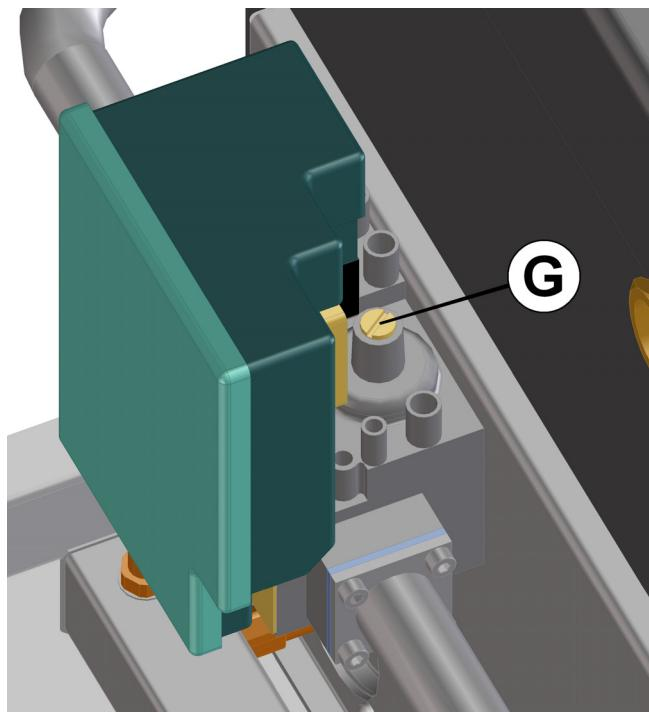

Fig. 8.3
- 4 Per regolare la pressione svitate completamente la vite (G in fig. 8.3) e agite con un cacciavite sulla sottostante vite in plastica .
- 5 To regulate the pressure unscrew the screw completely (G in fig. 8.3) and turn the underlying plastic screw with a screwdriver .
- 5 Para ajustar la presión aflojar totalmente el tornillo (G en la fig. 8.3) y actuar por medio de un destornillador sobre el tornillo de abajo que es de plástico .